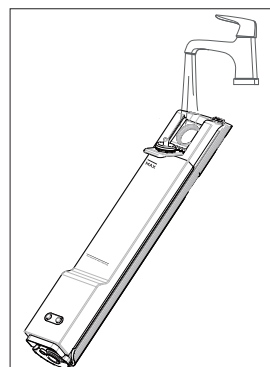

Fig. 6 – Remplir le réservoir d'eau
- ▶ Remplissez le réservoir d'eau propre avec de l'eau du robinet propre. N'utilisez pas d'eau chaude ou bouillante pour remplir le réservoir d'eau propre. (**voir Fig. 6**)